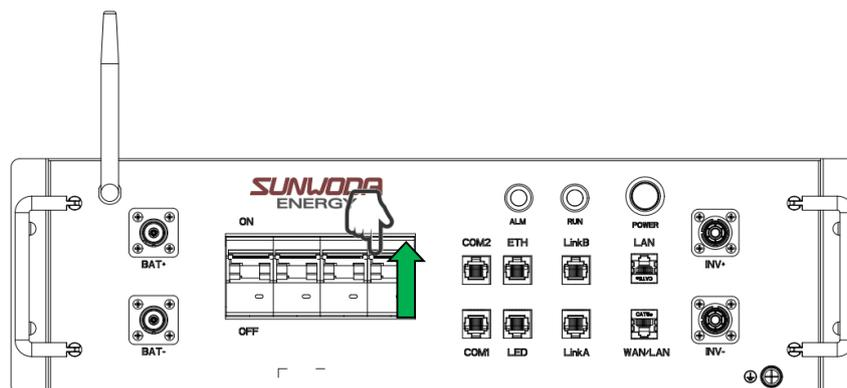

Figura 4.1
Paso 1: Empuje hacia arriba el interruptor de aire para encender el sistema. (Figura 4.1).